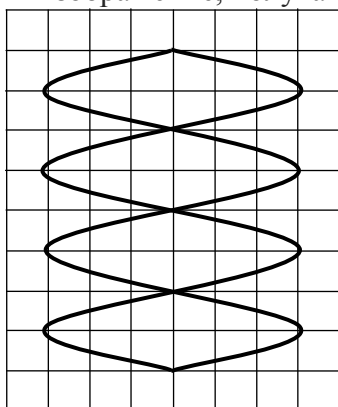

Рис. 10.
24. При измерении частоты синусоидального напряжения по методу фигур Лиссажу напряжение известной частоты было подано на вход Y, а известной – на вход X осциллографа. На экране возникла неподвижная фигура Лиссажу, показанная на рис. 10. Чему равна неизвестная частота f , если известная частота f_0 равна 100 Гц?